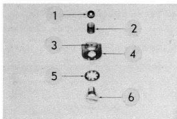

Fig. 27 (modell 1-43)
2. Ta bort skruven, låsbrickan, hållaren, fjädern och kulan från svärdstödet (fig. 27).